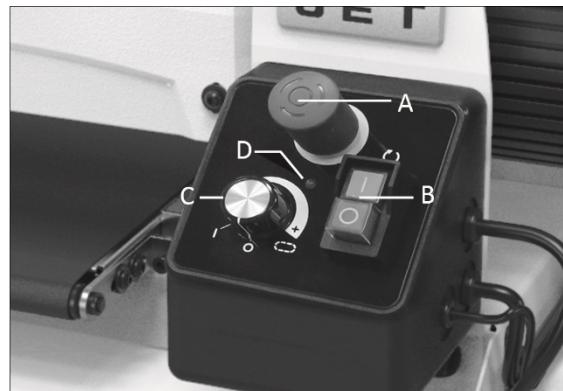

Abbildung 9-1: Bedienpult
3. Die Schleiftrommel starten (Abb. 9-1).
2. Den Not-Stopp Taster entriegeln, dazu den Taster (A, Abb. 9-1) im Uhrzeigersinn drehen und ziehen.